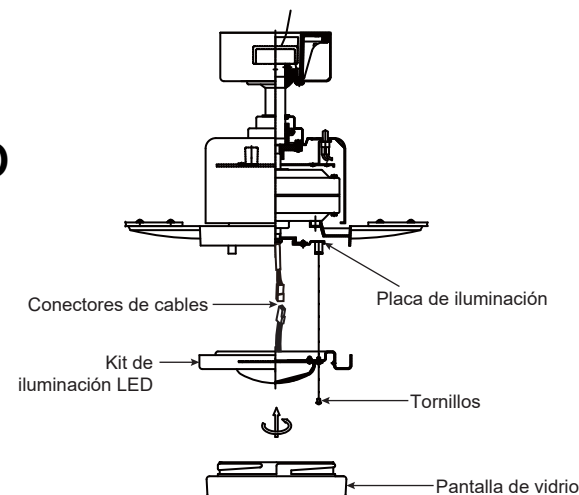

Fig. 18
Paso 1. Afloje los tres tornillos de montaje del interior del kit de iluminación LED (**Fig. 18**)
Paso 2. Mientras sujeta el kit de iluminación LED por debajo del motor del ventilador, prepare las conexiones eléctricas: (**Fig. 18**)
Paso 3. Inserte las conexiones en forma ordenada dentro de la placa de iluminación. Coloque los orificios principales del kit de iluminación LED sobre los dos tornillos aflojados previamente de la placa de iluminación, gire el kit de iluminación LED hasta que se trabe en posición en el extremo angosto de las ranuras de los orificios principales. Ajuste bien los tres tornillos. (**Fig. 18**)
Paso 4. Levante la pantalla de vidrio contra el kit de iluminación y hágala girar en sentido horario hasta que quede ajustada. NO AJUSTE EN EXCESO. (**Fig. 18**).